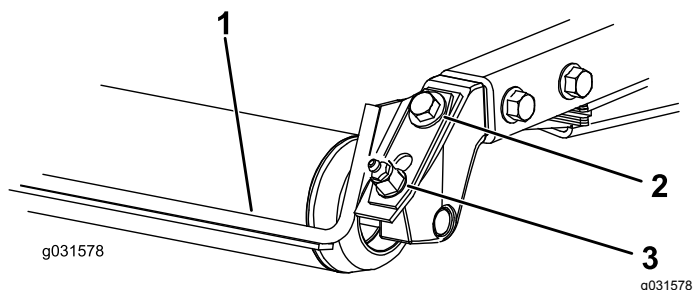

Рисунок 21
1. Ослабьте пресс-масленку и крепежный винт (Рисунок 21).